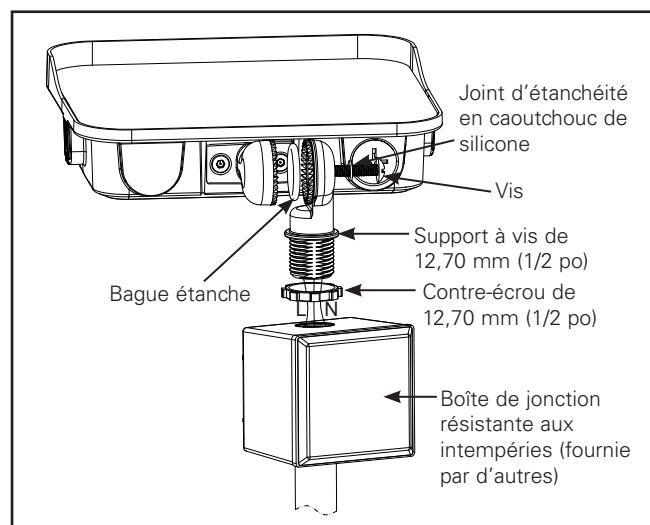

Figure 1.
1. Installez le luminaire à l'aide du support articulé sur la boîte de jonction résistante aux intempéries (fournie par d'autres), puis fixez-le à l'aide d'un contre-écrou de 12,70 mm (1/2 po) (figure 1).